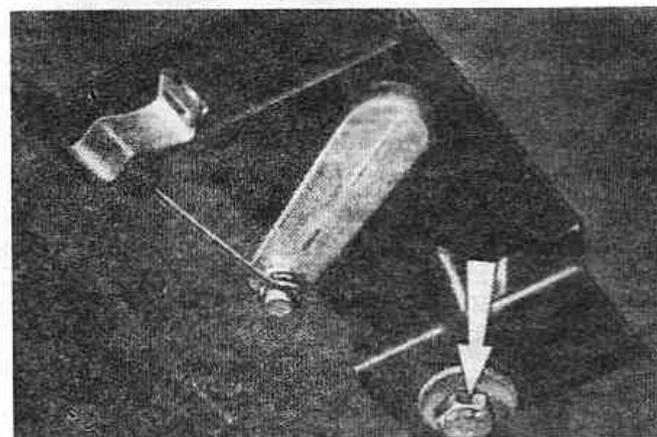
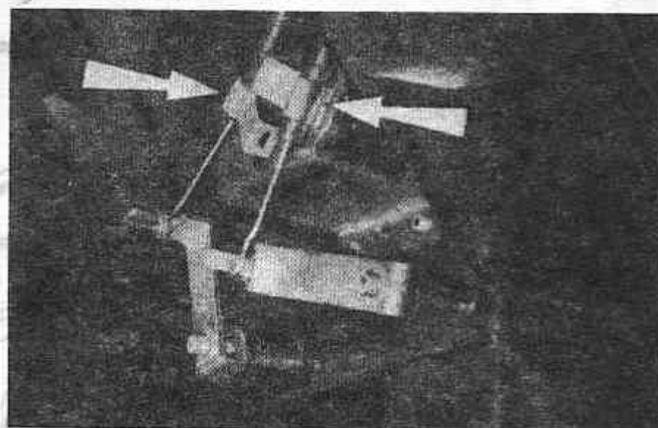

Рис. 12.20. Снимите кронштейн клапана регулировки температуры (Разд. 28 и 30)
Рис.12.24. Отсоедините тросы от клапана распределения воздуха (Разд.30)
5. Снимите нижнюю декоративную панель приборного щитка, выверните болт кронштейна клапана регулировки температуры (Рис. 12.20) и снимите рычаг и кронштейн. Снимите отопитель с передней панели.
2. Снимите нижнюю декоративную панель щитка приборов и отсоедините тросы от клапана регулирования температуры (Рис. 12.20) и клапана распределения воздуха (Рис. 12.24)